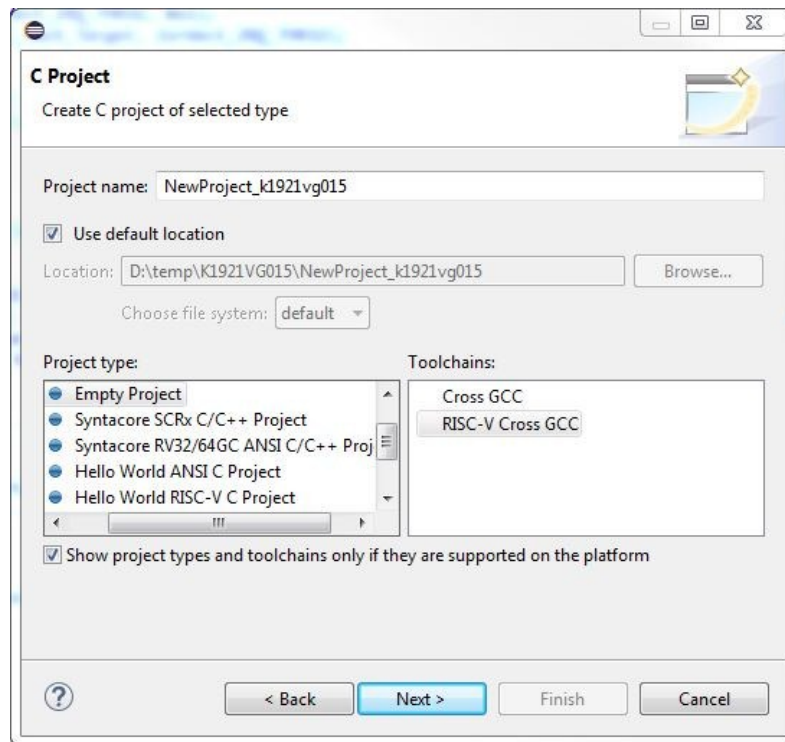

Рисунок 3.16 – Выбор Toolchains для нового проекта
1. Создать новый проект, используя набор инструментов RISC-V Cross GCC (см. рисунок 3.16).